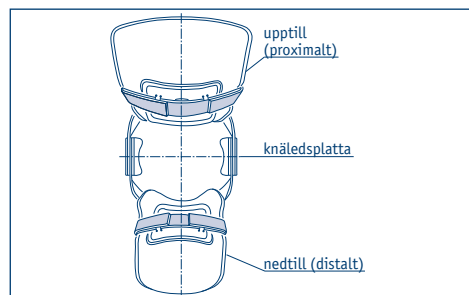

Fig. 3: Vid främre draglåda
- MOS Genu har ett 4-punktsystem som med hjälp av de två knävecksuddarna motverkar främre instabilitet (draglåda) (fig. 3).